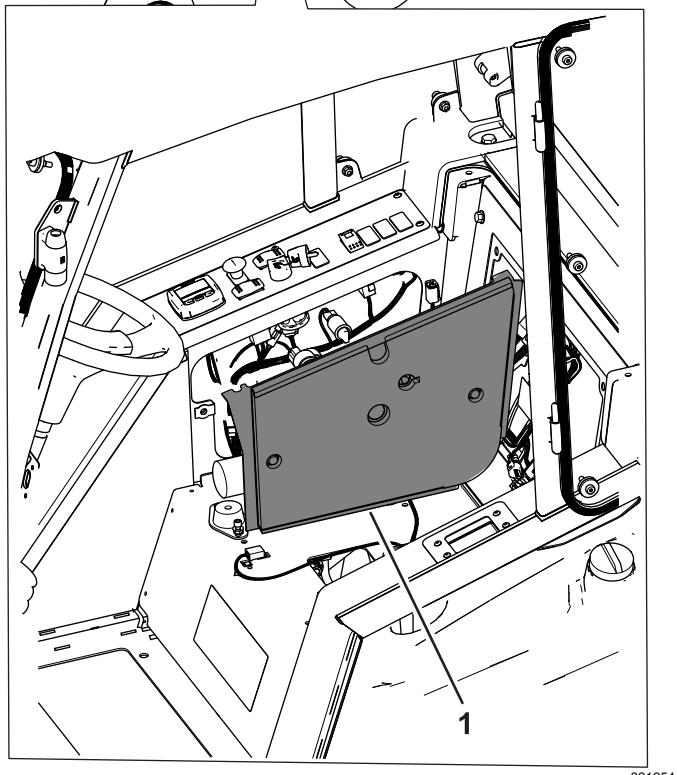
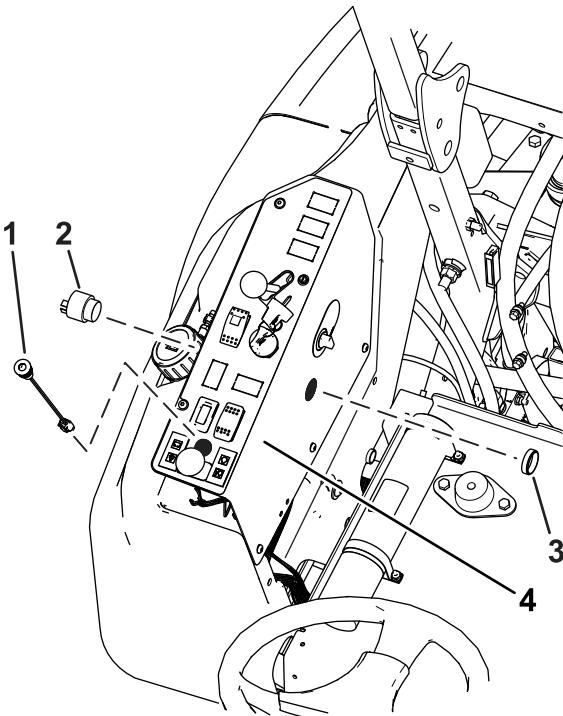

图 6
图 7
7. 取下控制台上的控制面板或者松开并抬起控制面板图 6 或图 7。
9. 安装警报器 图 7。
11. 从控制台顶部安装灯具 图 7。
6. 对于带驾驶室的机器将控制面板安装到控制台上对于带防滚架的机器安装控制面板 图 6或 图 7。